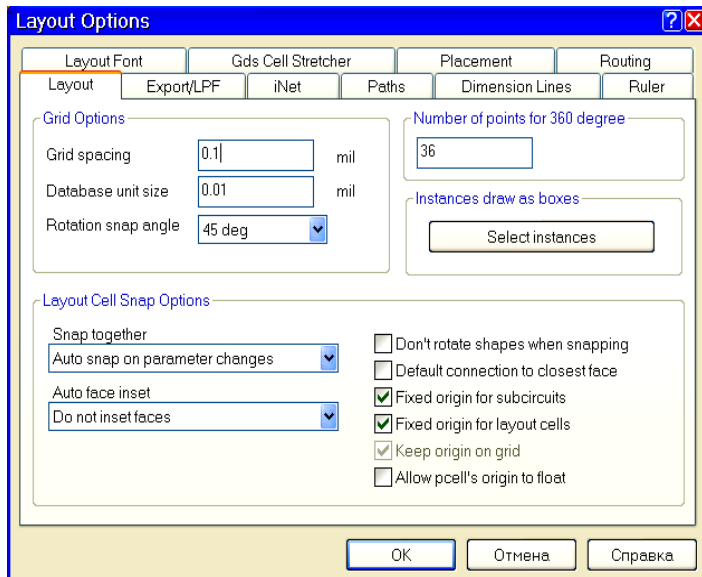

Рис. 5.2
2. В открывшемся окне опций топологии на вкладке **Layout** (рис. 5.2) в поле **Grid spacing** (Интервал сетки) введите **0.1 mil**, в поле **Database unit size** (Размер базовой единицы измерения) введите **0.01 mil**. В поле **Snap together** введите **Auto snap on parameter changes** (Автопривязка при изменении параметра). Нажмите **OK**.